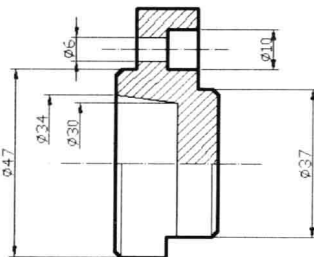

图 7-7-6
(6) 单击直径 30 和 34 标注对象，在“注释”选项卡的“标注”面板中单击下拉按钮，在下拉列表中选择“标注”样式，按 Esc 键，取消选择，单侧尺寸线标注如图 7-7-6 所示。